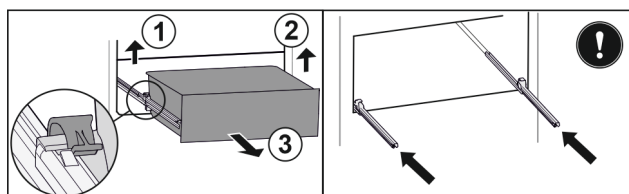

Fig. 113
- ▶ Zvedněte levou svorku a současně vytáhněte zásuvku vlevo dopředu. Fig. 113 (1)
- ▶ Zvedněte pravou svorku a současně vytáhněte zásuvku vpravo dopředu. Fig. 113 (2)
- ▶ Vyjměte zásuvku dopředu. Fig. 113 (3)